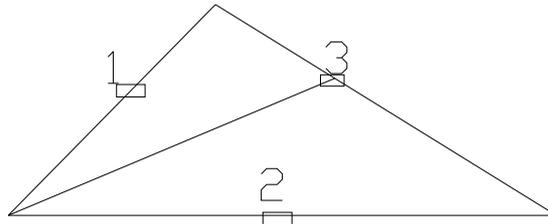

Рис. 2.4
- на запрос указать координаты первой точки с помощью привязки **TAN** квадратиком обозначаем сторону **AC**. (рис. 2.4)